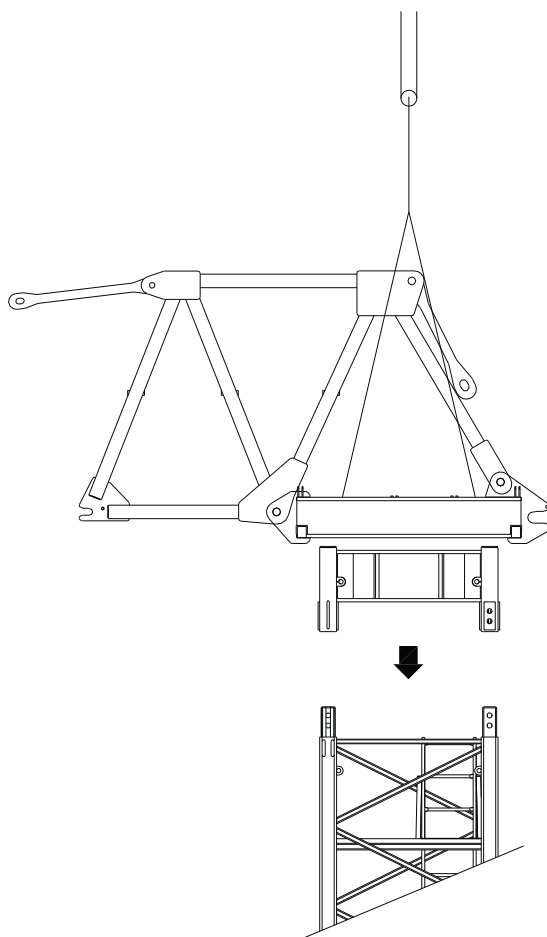

Fig.19
2.3.1. Com a auto grua elevar o cabeçote pelos 4 pontos de elevação fig. 19, fixando-o no topo da torre nos 4 apoios usando as cavi-lhas nº 263 fig. 19.
2.3.1 Using the auto-crane lift the construction up to the 4 elevation points in fig. 19B and fix it to the 4 supports on the top of the tower using bolts nº 263 fig. 19.